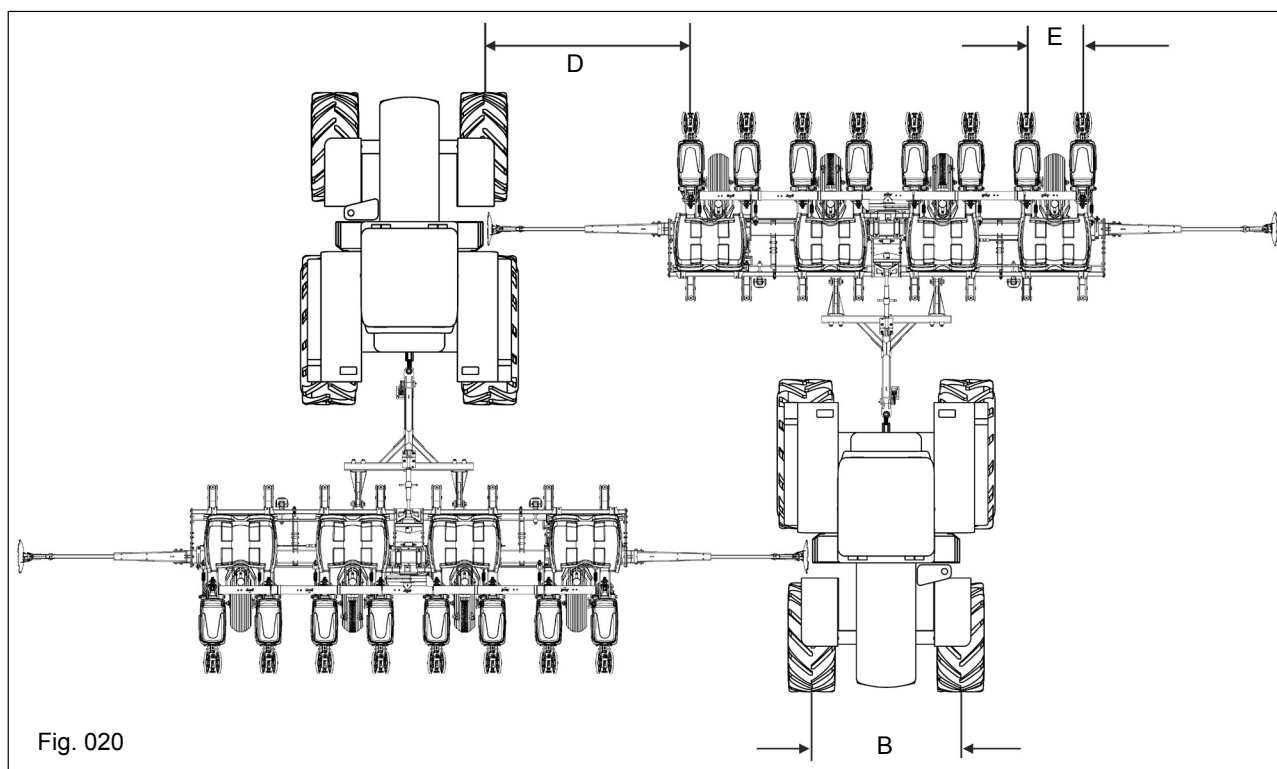

Fig. 020
Para efetuar a regulagem do marcador de linhas, é importante que mantenha na mesma medida a bitola dianteira e traseira do trator “B” e defina o espaçamento entre linhas de plantio “E”. (Fig. 020).
- Para obter a medida "D" caminhe com a plantadora por alguns metros, meça a distância entre o centro do rastro do trator e o centro da primeira linha de semente (Fig. 020).
- Afrouxe as porcas do grampo de fixação da haste do marcador, a seguir desloque-a até a posição "D" (Fig. 020). Fixe o grampo novamente.